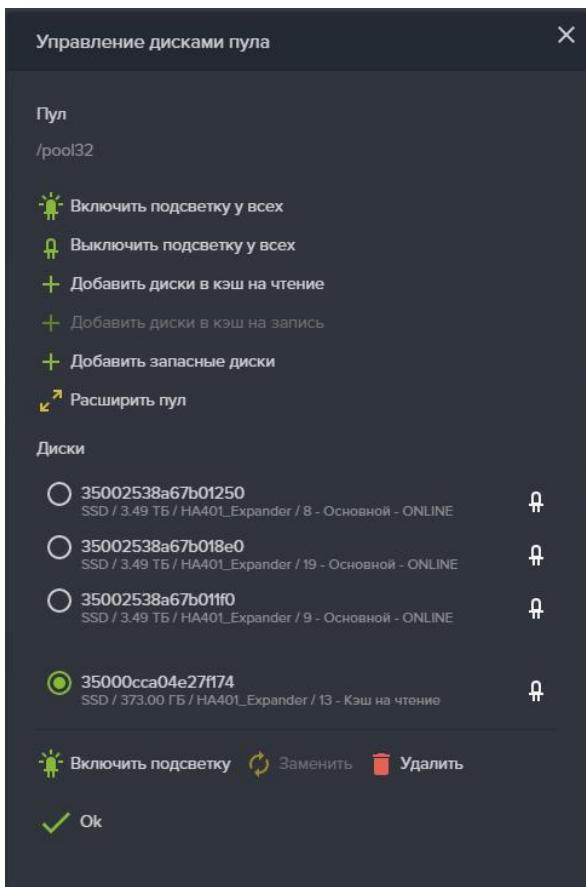

Рисунок 67. Удаление из пула кэша на чтение.
3. Нажмите на кнопку «Управление дисками», откроется окно управления дисками пула (см. Рисунок 67);